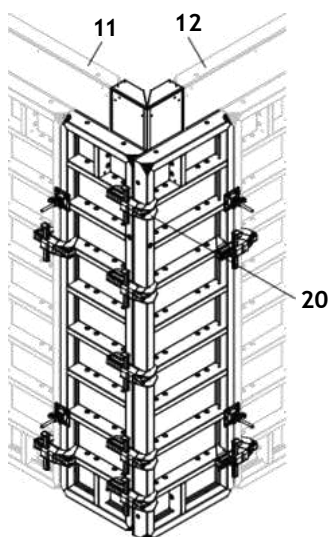

Fig. A7.02
- TRIO елемент TR 60 (11)
- TRIO елемент TR 72 (12)
- Напр. скоба BFD (20) (5 x BFD за h = 2.70 m)
- (Fig. A7.02)